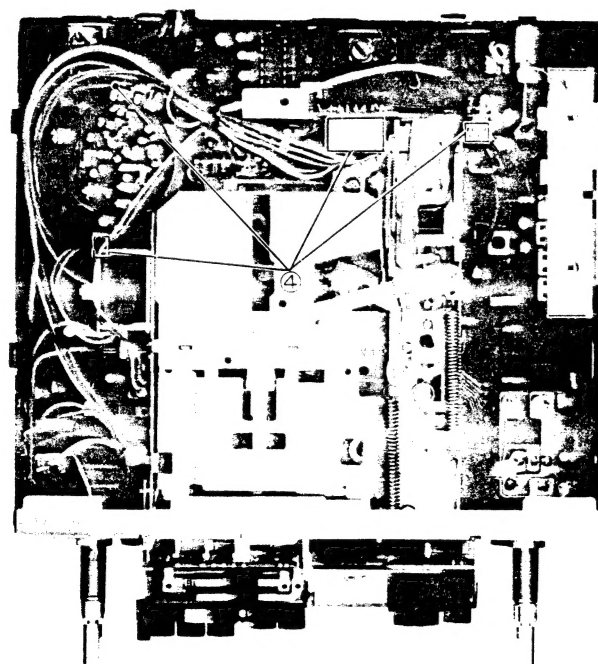

Figure 5-3
- (4) Remove the three sockets and disconnect the lead soldered on the motor PWB. Then the mechanism can be taken out. (See figure 5-3).
- (4) Die drei Steckbuchsen abtrennen, und das Zuleitungskabel zur Motorenleiterplatte (angelötet) entsprechend ablöten. Die Mechanismuseinheit kann dann herausgenommen werden. (Siehe Abbildung 5-3)
- (4) Déposer les trois douilles et débrancher le fil soudé à la PMI du moteur. Puis le mécanisme peut être déposé. (Voir la Figure 5-3).